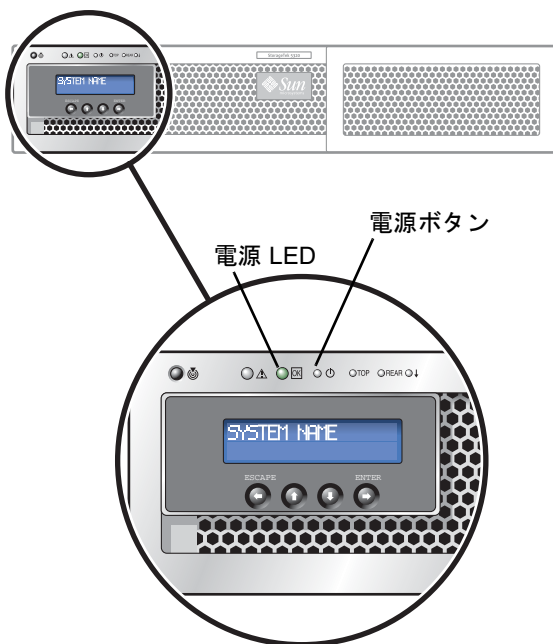

図 4-10 電源ボタンおよびフロントパネルの詳細
8. サーバー H1 (ソフトウェアシリアル番号の末尾が「-H1」) の埋め込み式の電源ボタンをペン先または同様の道具で押して、電源を入れます (図 4-10)。